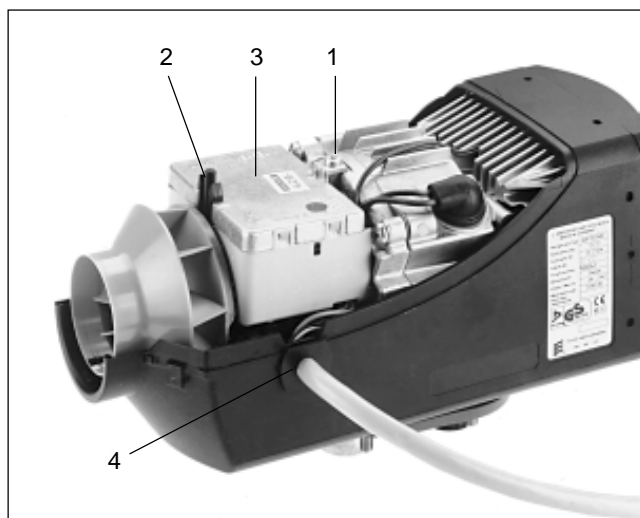

Рисунок 2
Демонтаж электронного блока управления (см. рис. 2)
- Демонтировать блок управления (см. рис. 2).